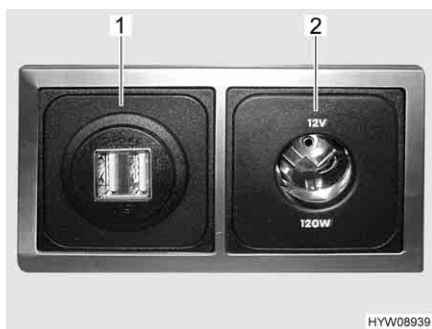

Fig. 124 Presa USB e 12 V
**Presa USB** È possibile caricare le batterie di dispositivi con corrente di carica fino a 2,5 A, collegando i dispositivi alle prese USB (Fig. 124,1).
**Presa a 12 V** Le prese da 12 V (Fig. 124,2) consentono di collegare apparecchi con consumo di corrente massimo pari a 10 A (potenza pari a 120 W).